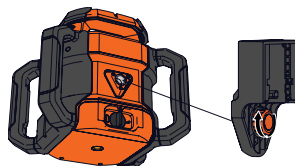

Figura 28
1. Inserte el tornillo del montaje del láser en la rosca de tornillo de 5/8"-11 lateral de la unidad y apriételo. (Figura 28)